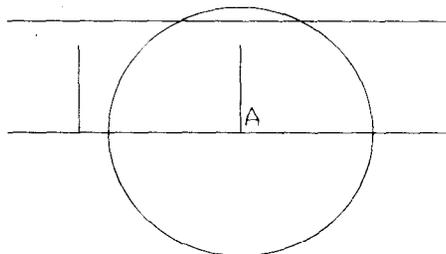

图 1-14 绘制轮廓线
(4) 绘制中心线：单击屏幕左边绘图工具栏中的“直线”按钮绘制直线，命令行提示指定起点位置，用鼠标左键单击绘图区任一位置作为直线的起点，命令行要求指定直线的第 2 个点，此时用相对坐标来确定第 2 点，输入 @60,0 后按 Enter 键，表示第 2 点相对于第 1 点 X 轴方向上增加 60，Y 轴方向上没有增量。所绘制出的直线作为手柄套的中心线。其余的线均以它作为基准画出。
(5) 绘制外轮廓线。
① 绘制直线：单击“直线”按钮执行“直线”命令，捕捉靠近中心线左端点的一点作为起点，当要求指定第 2 点时，输入@0,12.5 并按 Enter 键，画出如图 1-14 所示的垂直线，再次按 Enter 键结束“直线”命令。
② 绘制右边的圆弧线：单击“偏移”按钮，先输入偏移距离 22，再选择要偏移的垂直线，在垂直线的右边单击以指定偏移方向，该线与中心线相交点 A 即为圆弧线的中心点。单击“圆”按钮以 A 点为中心绘制半径为 22 的圆。再单击“偏移”按钮，将中心线向上偏移 16，所得图形如图 1-14 所示。